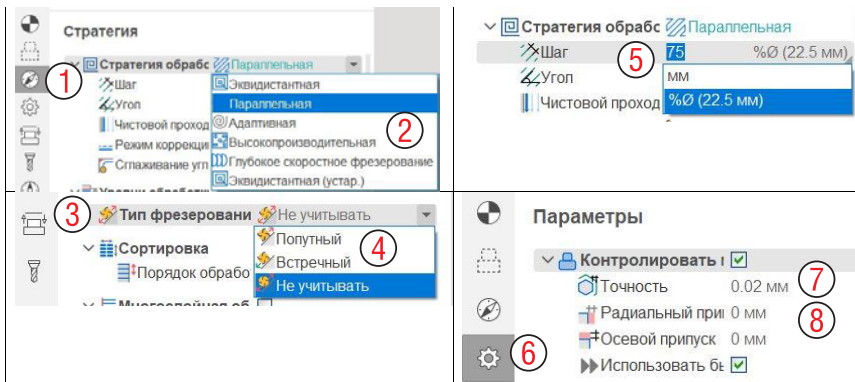

Рис. 3-6. Параметры операции Обработка горизонтальных участков.
На вкладке **Стратегия** (1 на рис. 3-6) видно, что используется стратегия обработки **Параллельная**. Другие возможные стратегии (2) показаны на рис. 3-6. Большинство из них нам уже знакомы по операции Черновая послойная. Как можно видеть, обработка осуществляется строчками проходами в разные стороны. Это потому, что **параметр Тип фрезерования** (3) установлен в значение **Не учитывать**. Обычно это подходит для мягких материалов. Но чаще используется **Попутное** или **Встречное** фрезерование (4). **Шаг** между проходами (5) может задаваться в процентах от диаметра инструмента или явно в миллиметрах.